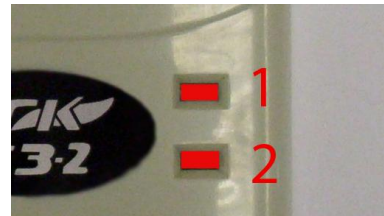

Рисунок 20. Индикаторы сигнализатора СЗ-2.
10.3. Затем индикаторы загораются красным светом на 1 секунду (см. рисунок 20). При этом раздается звуковой сигнал.